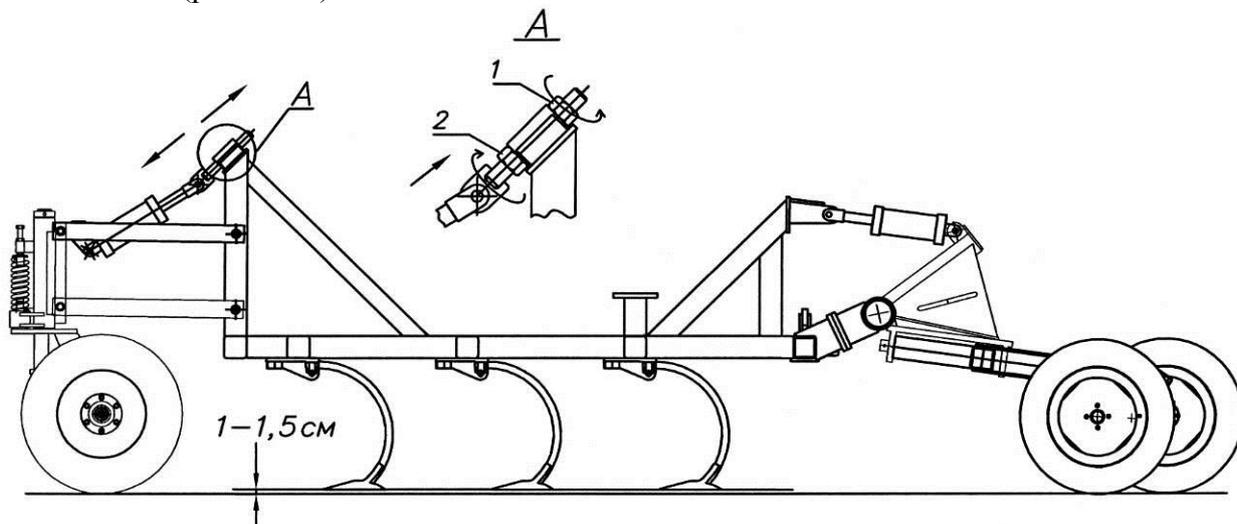

Рис. 6.4.8. Регулировка уровня сошников
1. Опустить агрегат так, чтобы лемехи (лапы) главной и крыловых рам находились на уровне 1–1,5 см от земли (рис. 6.4.8).